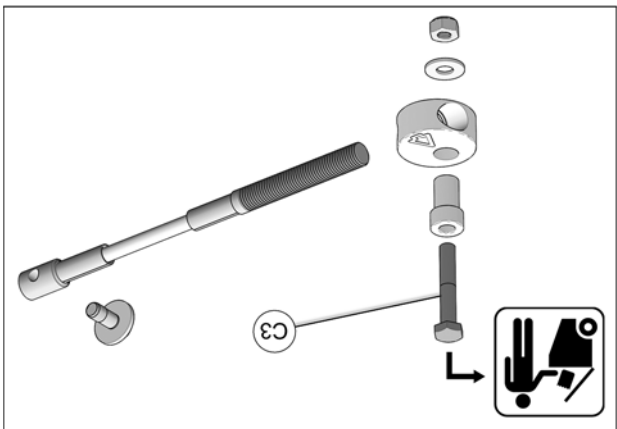

Fig. 24
15. Jeter les boulons M10x60mm (C3) inclus dans l'ensemble de pièces du limiteur de conduite. Voir Fig. 24